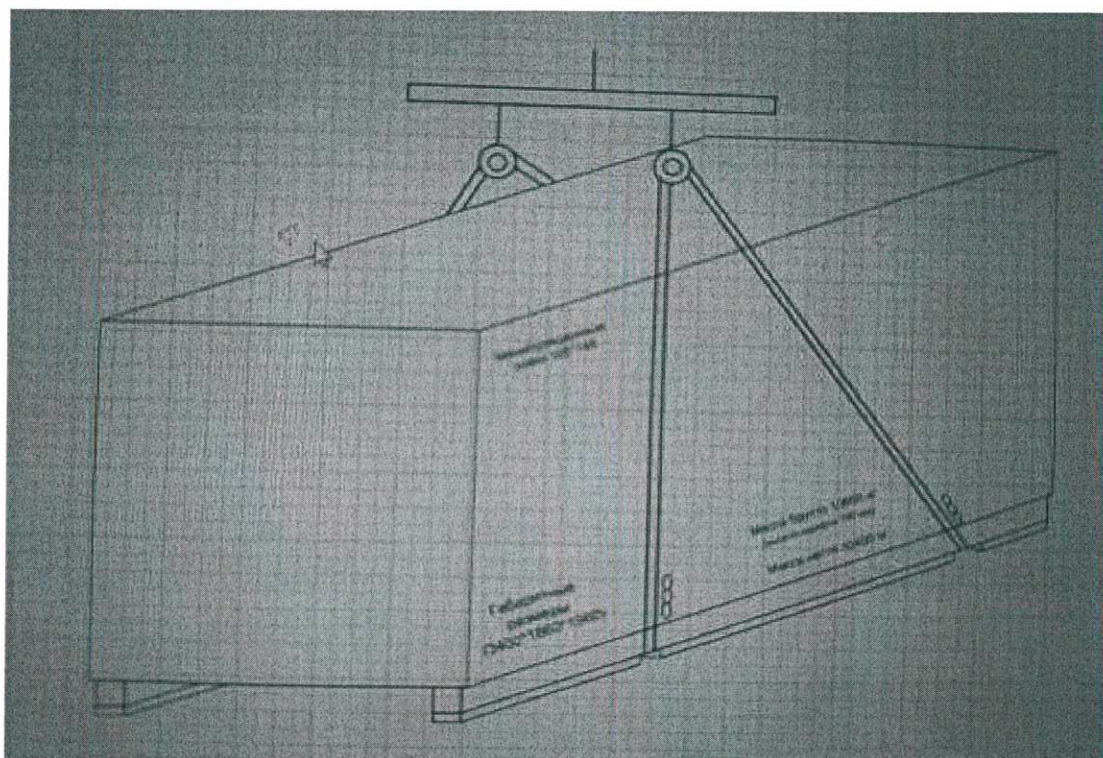

Рисунок 2 – Схема строповки электродвигателя в упаковке
4.2 Порядок установки фиксатора ротора (рисунок 2 ИАЕЛ.528626.005-13РЭ):
7.2 Стropовка упакованного в ящик электродвигателя осуществляется обхватом текстильными ленточными стропами снизу упаковки (под брусом) в зоне нахождения опорных лап электродвигателя (место установки строп указано соответствующим манипуляционным знаком на боковой стенке упаковочного ящика) с использованием грузоподъемной траверсы (см. рисунок 2).